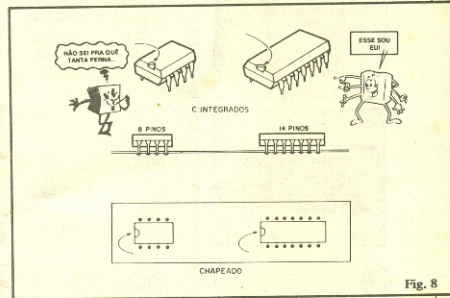

Fig. 8
**FIG. 8** - Circuitos Integrados (serão estudados amplamente em futuras "Lições" - várias de ABC...) com o seu "monte" de "perninhas", são também componente polarizados, que sob nenhuma hipótese podem ser ligados invertidos à placa. Seu posicionamento correto é referenciado por uma marquinha (de diversos formatos, porém sempre clara) existente numa das extremidades do componente. Nos "chapeados" essa marquinha é **sempre** enfatizada (ver setas de modo que não fiquem dúvidas. O "jeitão" que o componente assume nos "chapeados" (para "variar"...) é **muito parecido** com a visão real que teríamos da peça, observando-a por cima, na placa...